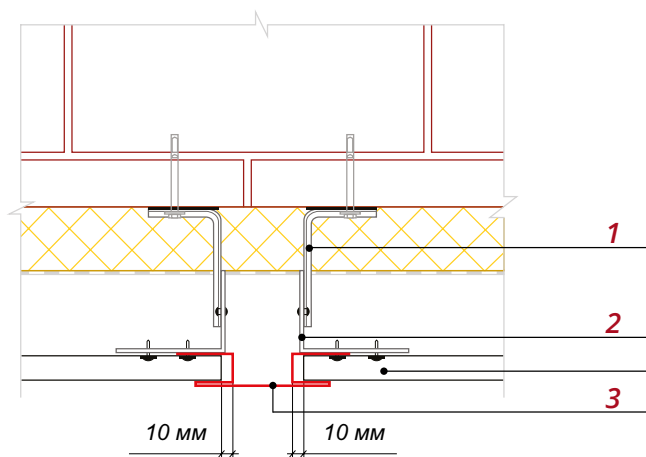

Рис. 12
■ Закрепите два крепежных кронштейна **1** и крепежные профили **2** в месте предполагаемой стыковки рядов сайдинга, как показано на рис. 12.